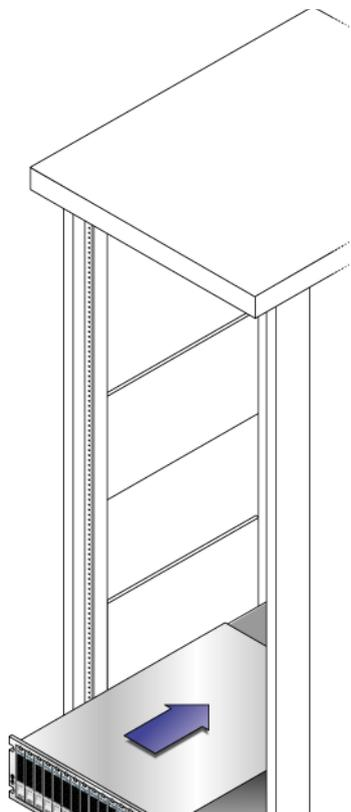

図 2-8 装置のキャビネットへの挿入
2. 装置をキャビネット内に慎重にスライドさせ、装置の正面のフランジがキャビネットの垂直レール面に触れるまで挿入します (図 2-8)。